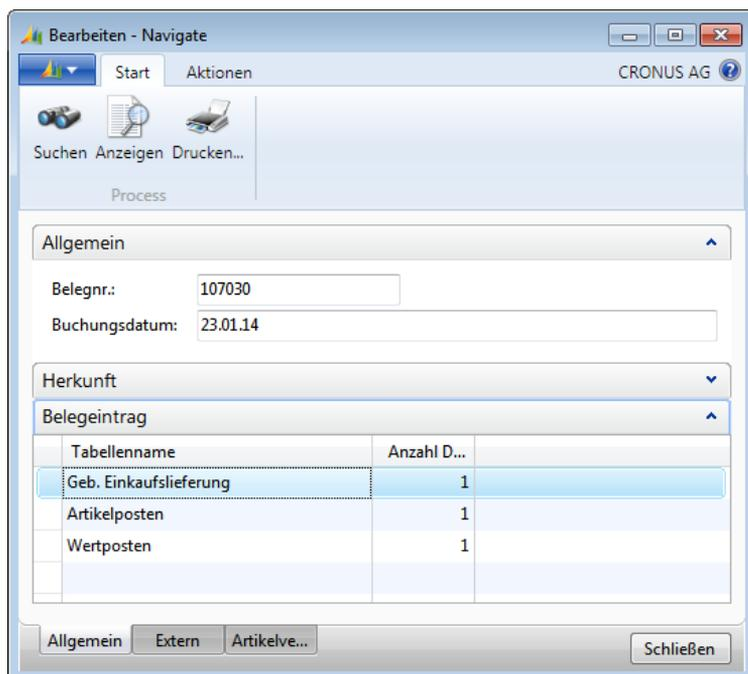

Abbildung 4.14 Navigate-Abfrage zur gebuchten Einkaufslieferung
4. Um zur jeweiligen Lieferung die Buchungen in allen Bereichen abzufragen, klicken Sie auf die Schaltfläche *Navigate* auf der Registerkarte *Aktionen* der Lieferungsabfrage. Die Navigate-Abfrage zeigt einen Artikelposten mit zugehörigem Wertposten und die gebuchte Einkaufslieferung selbst (siehe Abbildung 4.14).